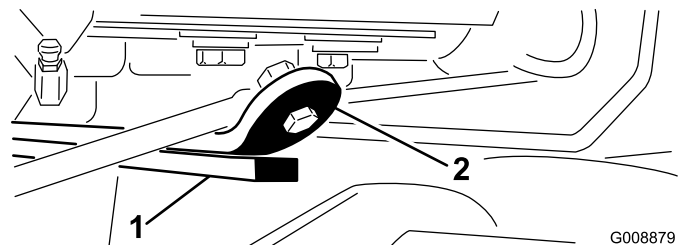

Figura 11
3. Ligue o motor, eleve as unidades de corte e certifique-se de que a folga entre a fita de atrito na barra de atrito da parte superior da unidade de corte e a correia do amortecedor é de 0,51 a 2,54 mm (Figura 11).